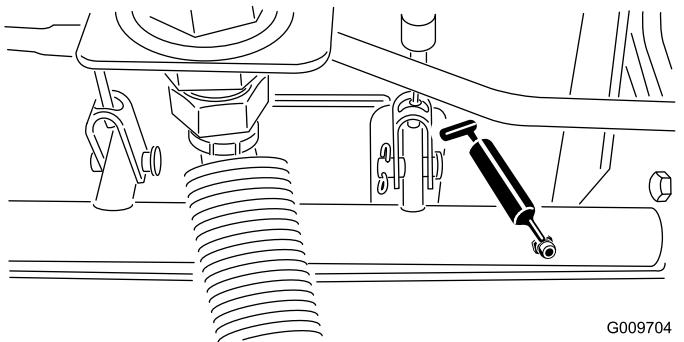

Bild 58
- Bremsstangen-Drehlager (5), wie in Bild 58 abgebildet